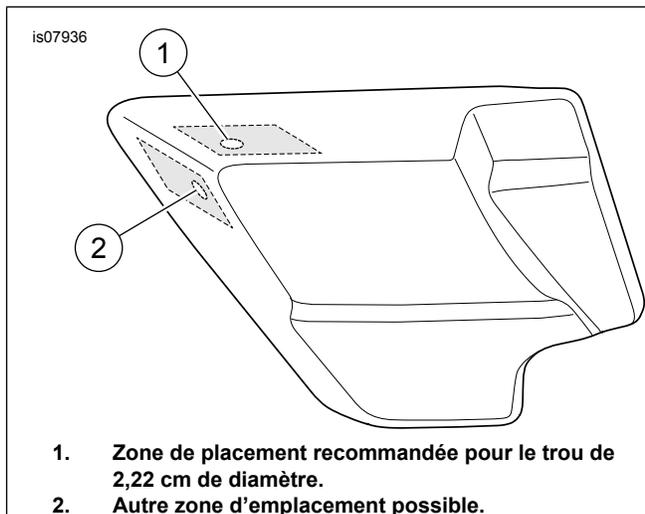

Figure 1. Couvercle latéral gauche
- a. Trouver un emplacement approprié sur chaque couvercle latéral pour installer la prise de courant. Utiliser les zones d'emplacement indiquées dans Figure 1 . La surface supérieure près du coin avant est recommandée. Un autre emplacement sur la surface avant/latérale est également indiqué dans Figure 1 , mais peut ne pas être disponible dans de nombreux cas en raison du dégagement de l'échappement.